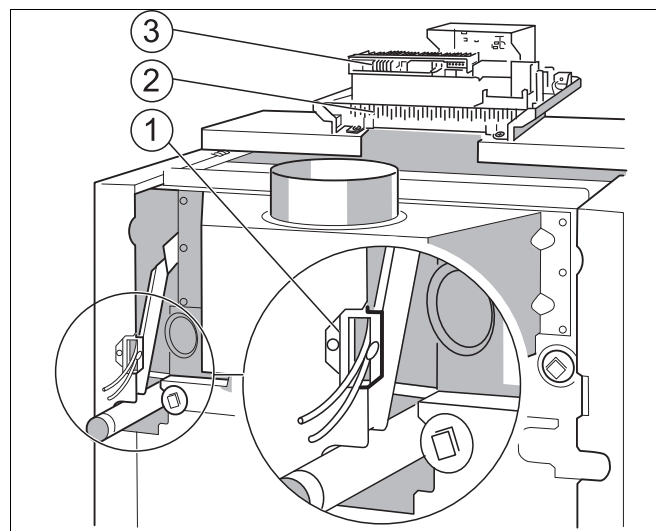

Рис. 13 Кабельный ввод и штекерные соединения
- Электрические соединительные провода заказчика и соединительный провод от системы контроля дымовых газов провести к системе управления снизу через кабельный ввод (Рис. 13, поз. 1).
- Электрические подключения к штекерам системы управления (Рис. 13, поз. 2) выполнять согласно прилагаемой схеме (Рис. 13).